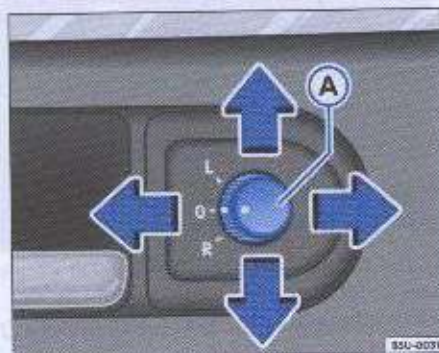

Fig. 74 Detalle de la puerta del conductor; botón de la regulación eléctrica de los espejos externos
Los espejos retrovisores externos pueden ser regulados con el encendido conectado, moviéndose el interruptor 32) localizado en el revestimiento de la puerta → fig. 74.
1. Gire el botón (A) → fig. 74 a la posición (L) (espejo externo de la izquierda).
2. Ajuste el espejo a través del botón (A) hasta una posición que pueda asegurar una buena visibilidad hacia atrás.
3. Gire el botón (A) → fig. 74 a la posición (R) (espejo externo de la derecha).
4. Ajuste el espejo a través del botón (A) hasta una posición que pueda asegurar una buena visibilidad hacia atrás → fig. 74.
5. Después del ajuste de los espejos, retorne el botón (A) a la posición de reposo (O) → fig. 74.